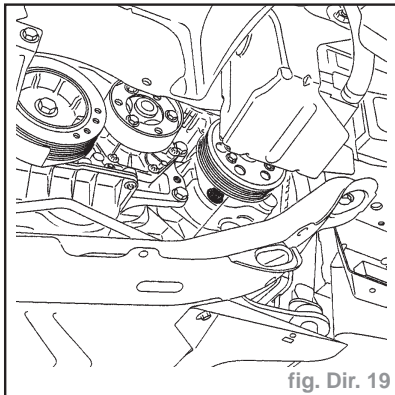

fig. Dir. 19
- déposer la vis inférieure (fig. Dir. 19).